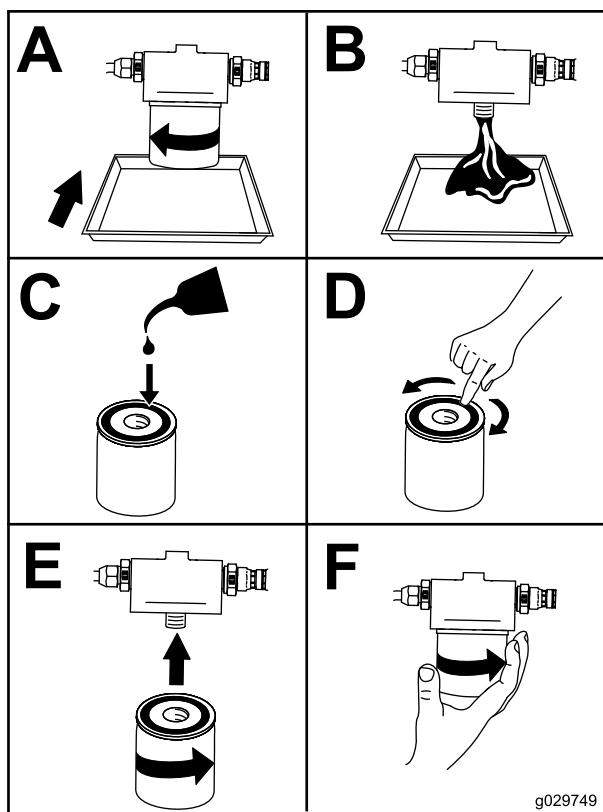

Figura 46
- Înlocuiești filtrul de ulei (Figura 46).